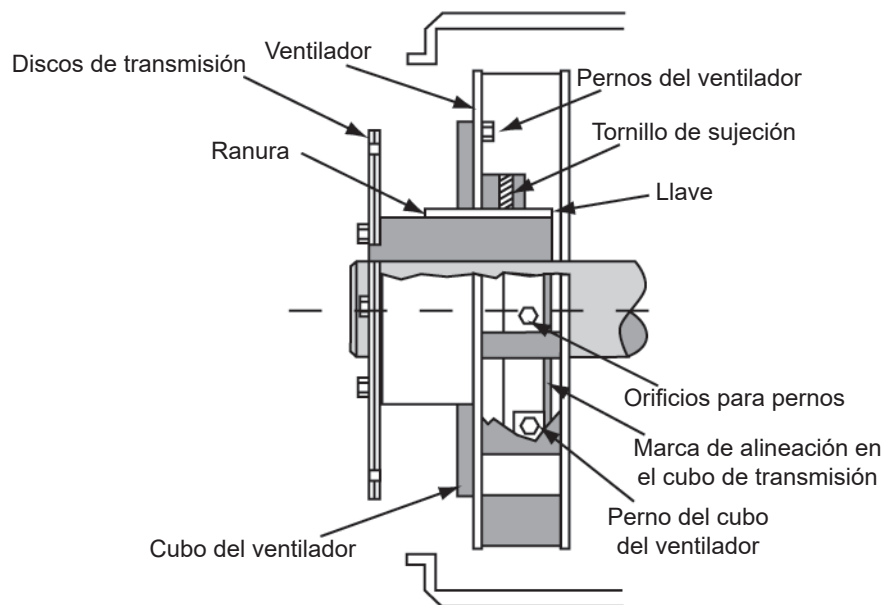

Figura 15 Ventiladores de chapa metálica
- Con los ventiladores de chapa con cubos soldados que a la vez se montan en el cubo de transmisión, marque el cubo de transmisión lo más cercano posible al cubo del ventilador. Afloje los dos tornillos de sujeción, el perno de sujeción del ventilador y los pernos del ventilador. Coloque una cuña para abrir el ventilador y quitarlo del paso (ver la Figura 15). Después de sujetar los pernos de los discos de transmisión al volante, alinee el cubo del ventilador a la marca para regresar el ventilador a su posición original. Asegúrese de que la espiga esté colocada a fondo debajo del cubo del ventilador y en posición de modo que el tornillo de sujeción la presione. Apriete el perno de sujeción del cubo del ventilador y los tornillos de sujeción. Instale los pernos del ventilador y apriételes según la Tabla 5 y Tabla 6.